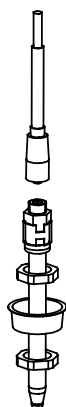

Abb. E-2: pH-Elektrode befestigen
- pH-Elektrode lt. Abb. E-2 befestigen.